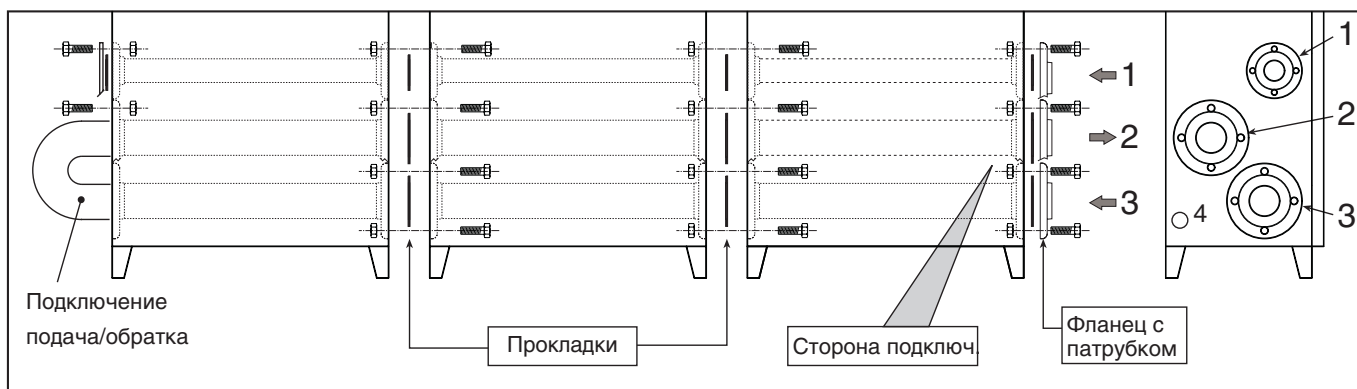

Рис. 6b
- ✎ На последнем котле подключить подачу в обратку (см. рис. 6b).